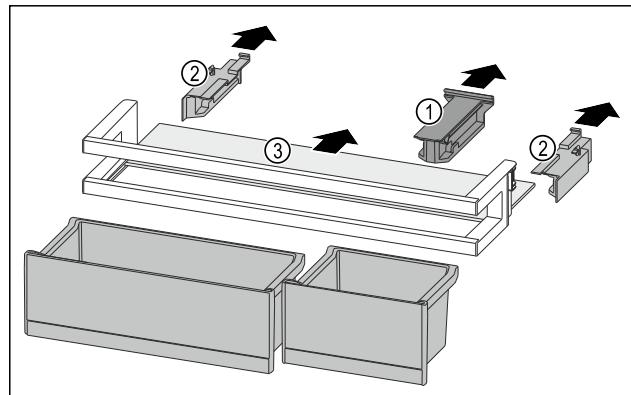

Fig. 84
- Halteteil Fig. 84 (1) abziehen.
- Seitenteile Fig. 84 (2) abziehen.
- Abstellfläche Fig. 84 (3) entnehmen.